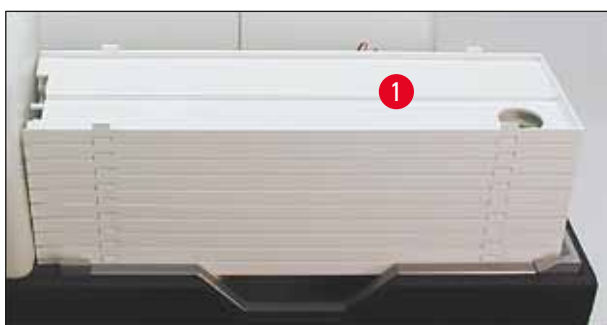

Fig. 42
1. Plasser en brettstabel (→ "Fig. 42-1") på løftebordet på utlastingsstasjonen (→ "Fig. 42").